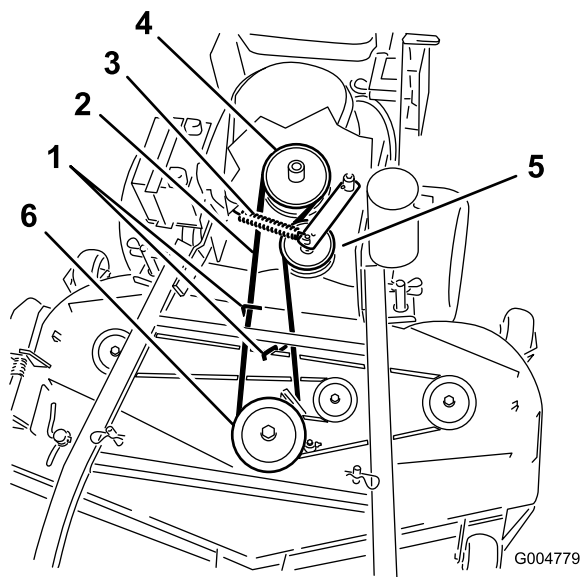
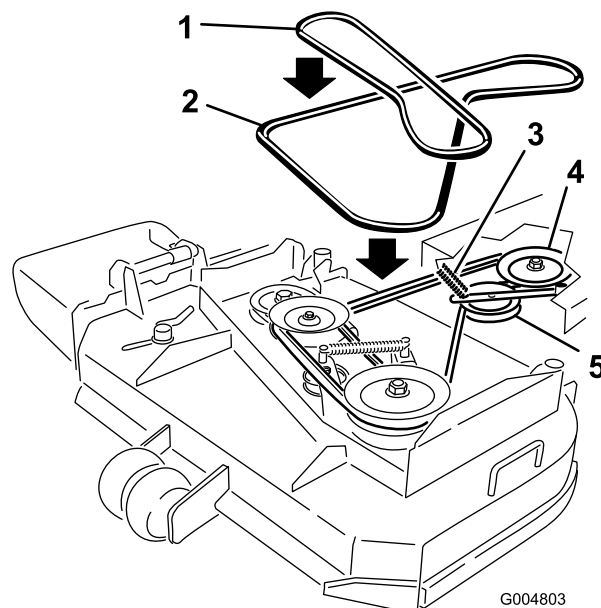

Figura 64
Figura 65
6. Retire la correa de la polea central de la plataforma del cortacésped (Figura 64). Consulte Figura 65 para quitar la correa de la polea izquierda en una plataforma de cortacésped de 36 pulgadas. Extreme las precauciones al retirar la correa ya que la tensión aumentará debido a que la polea tensora está tensada con muelle.
7. Retire la correa de la polea del motor y la polea tensora tensada con muelle (Figura 64). Consulte Figura 65 para retirar la correa de las poleas de una plataforma de cortacésped de 36 pulgadas.
8. Instale la nueva correa en la polea del motor y la polea tensora tensada con muelle (Figura 64).
9. Coloque la correa en la polea central de la plataforma del cortacésped (Figura 64). Extreme las precauciones al instalar la correa ya que la tensión aumentará debido a que la polea tensora está tensada con muelle. Consulte Figura 65 para colocar la correa en la polea izquierda en una plataforma de cortacésped de 36 pulgadas.
11. Ajuste la guía 3 mm (1/8 pulg.) desde la correa en las plataformas de cortacésped de 40, 48 y 52 pulgadas (Figura 64).